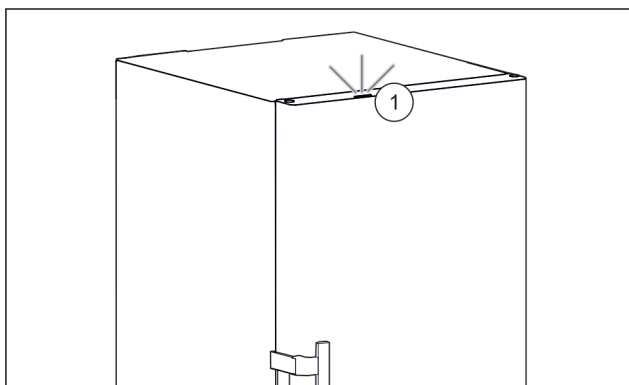

Fig. 89 Aktivno svjetlo statusa kada su vrata zatvorena
- Svjetlo statusa Fig. 89 (1) je aktivirano.